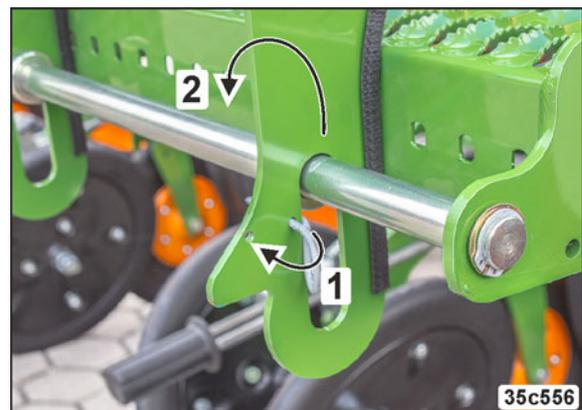

Fig. 240
- 3.1 Den Federstecker (Fig. 240/1) entfernen.
- 3.2 Die Trittstufe anheben und nach unten klappen (Fig. 240/2).